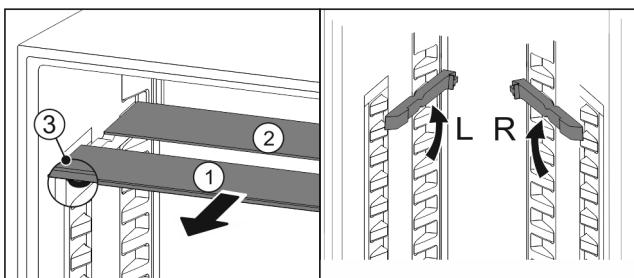

Fig. 61
- ▶ Издърпайте Fig. 61 (1) поотделно стъклените площи напред.
- ▶ Стъклената плоча Fig. 61 (1) с декоративната лайстна е отпред.
- ▶ Ограничителите Fig. 61 (3) сочат надолу.